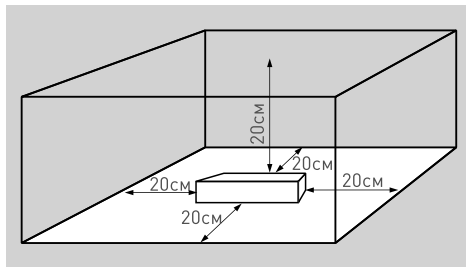

Рис. 1
- 4.2. Для естественной вентиляции обеспечьте свободное пространство вокруг источника питания, см. рисунок 1.